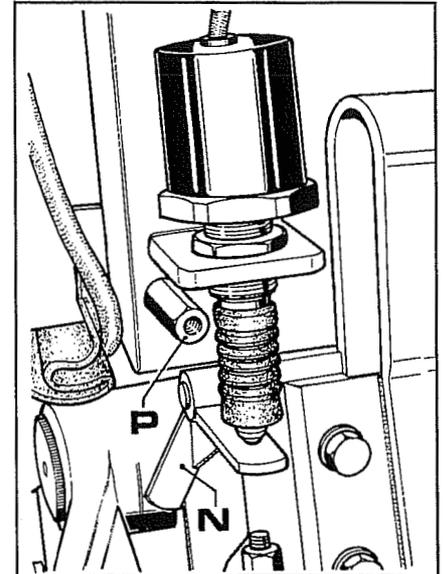
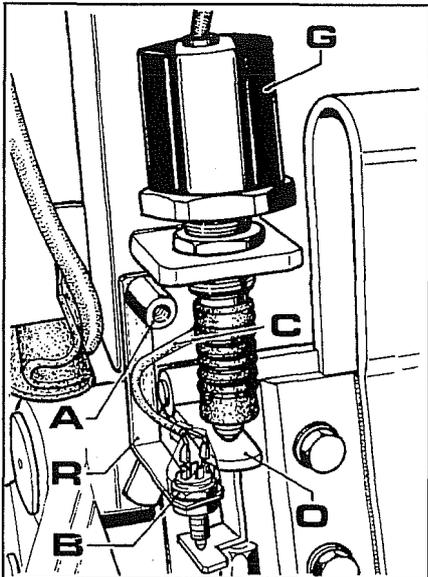

Abb. 39
Abb. 40
2. Das Gestänge **N** Abb. 39 des Sensors mit dem Gestänge von Sensor/Endschalter **O** Abb. 40 ersetzen.
3. Den Schraubstift **P** Abb. 39 entfernen und den Träger des Endschalters **R** mit dem neuen Schraubstift **A** Abb. 40 montieren, um dann den Schalter **B** zu montieren.
4. Den Kabelstrang **C** Abb. 40 am Schalter anschließen, ihn unter dem Fahrersitzträger durchführen und zum Gehäuse verlegen, die die Stellteile für Heben/Senken trägt.
6. Den Sensor **G** Abb. 40 auf genaue Positionierung prüfen, indem man die Kraftheber ganz senkt, und den Sensor dann so einstellt, daß die Kontaktspitze das Gestänge **O** berührt.